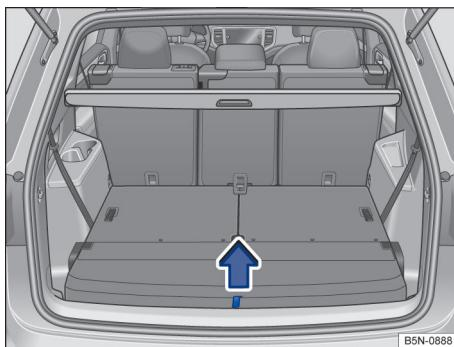

Fig. 183 No compartimento de bagagem: levantar o assoalho do compartimento de bagagem.
- Puxar o assoalho do compartimento de bagagem para cima pela alça → **Fig. 183** no sentido da seta e retirar.